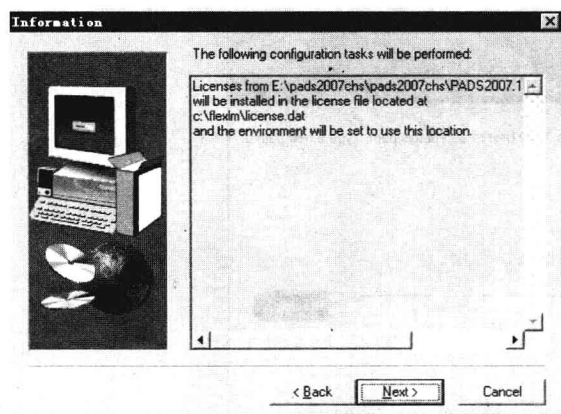

图 1-7 “Information”对话框
⑦ 单击  按钮, 会弹出“Information”对话框, 在“C: \flexlm”目录下将生成“license.dat”文件, 如图 1-7 所示。